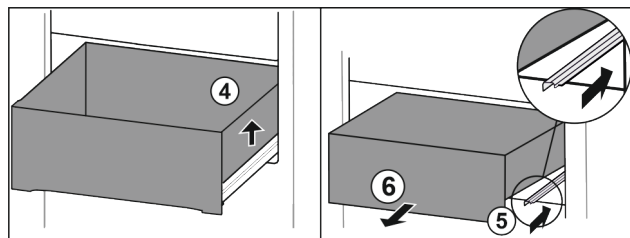

Fig. 78
- ▶ Løft skuffen til høyre. Fig. 78 (4)
- ▶ Skyv inn høyre skinne. Fig. 78 (5)
- ▶ Ta ut skuffen framover. Fig. 78 (6)